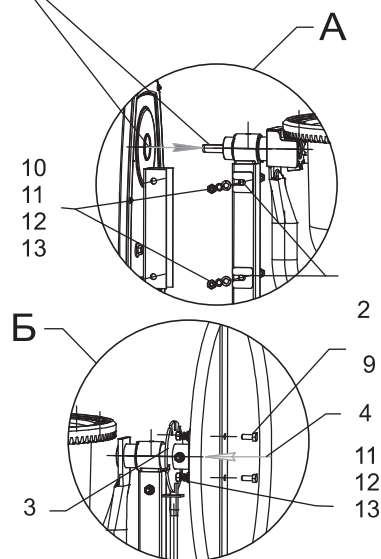

Рис. 7
4. Поставьте привод поз. 1 (рис. 7). Обратите внимание на то, как расположена лыска (прямая часть) в цилиндрическом посадочном отверстии выглядывающей части ступицы шкива. Выставьте приблизительно в таком же положении и лыску приводного вала, это удобнее сделать, прокручивая дно смесительного барабана на основании. После того как вал привода будет сориентирован, установите на него привод, введя конец приводного вала в посадочное отверстие шкива электропривода до упора в стойку рамы. Следите за тем, чтобы П-образный профиль электропривода охватывал правый кронштейн основания и стойку. Совместите отверстия кронштейна электропривода с отверстиями в стойке рамы и отверстиями кронштейна основания (выносной элемент – А, рис. 7). В совмещенные отверстия вставьте болты М8х65 поз. 10, а с противоположной стороны поставьте плоские шайбы поз. 11 и пружинную поз. 12 и наживите гайками М8 поз. 13. В зазор между П-образным приводом и стойкой рамы с двух сторон вставьте проставочные шайбы поз. 2. Придерживая шайбы от выпадения, закрутите гайки до полной затяжки. Далее с противоположной стороны на фиксатор поз. 3 (рис. 7 – Б) установите маховик поз. 4. Совместите крепежные отверстия, вставьте болты М8х20, поз. 9, вставьте плоские шайбы поз. 11 и пружинную поз. 12 и заверните гайками М8 поз. 13.